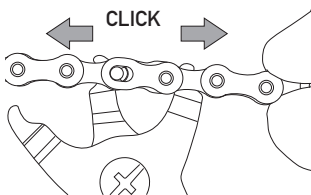

Abb.11
- Drücken Sie die Zange, bis Sie ein Klick durch die Positionierung der beiden Stifte im Ösenbereich mit dem geringeren Durchmesser hören (**Abb. 11**).